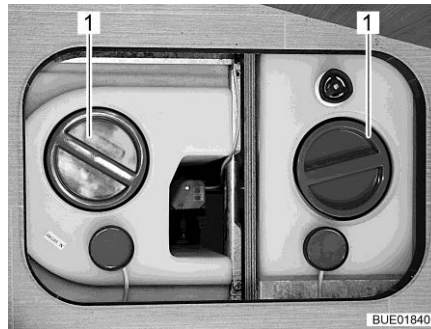

Bild 212 Wassertank mit Drehgriff
- Verschlussdeckel (Bild 212,1) des Wassertanks abnehmen.